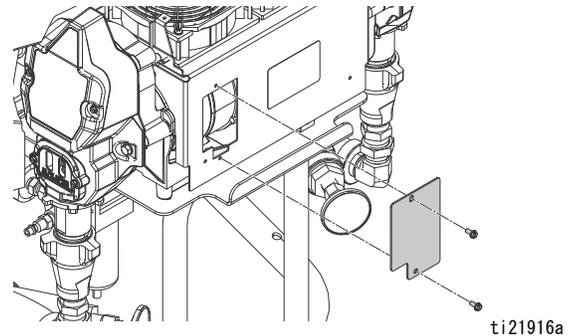

図 19: モータブラシ
6. ディスプレイの背面カバー (26) を外します。以下のようにモータケーブルを外します。
- a. 2 本のネジを外してカバープレートにアクセスします。図 19 を参照してください。
- b. 2 本のネジを外してカバープレートにアクセスします。図 19 を参照してください。